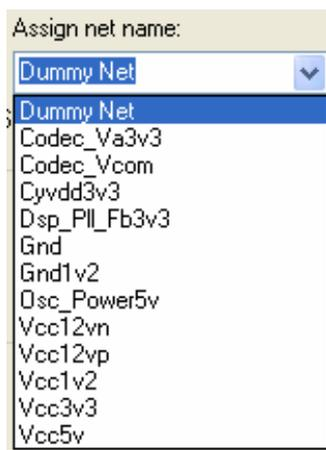

图 9-5 具有电源属性的网络
(1) Active class and subclass 下拉列表框：用于选择铜皮所铺的层。
(2) Type 下拉列表框：选择铜皮的类型，其中包括如下选项。
(3) Assign net name 下拉列表框：要将添加的铜皮赋予的网络，由于外层铺铜通常都具有电源网络属性，因此其中会列出具有电源属性的网络，如图 9-5 所示。